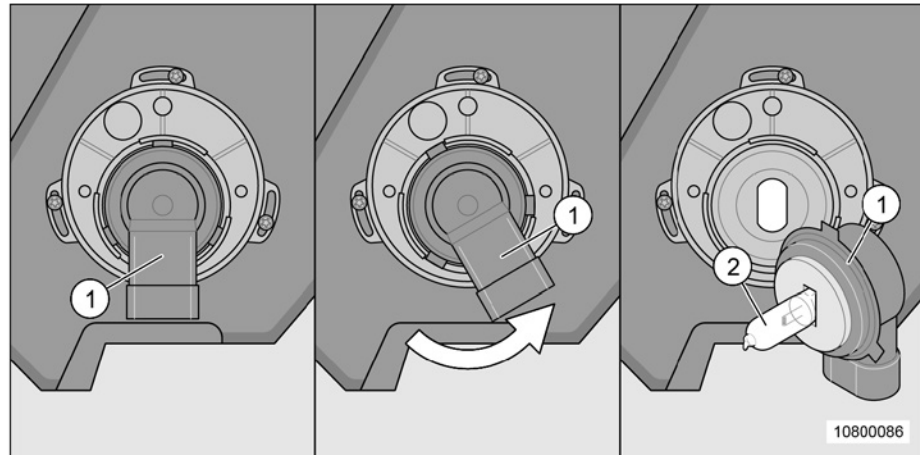

Fig. 184 Remplacement de l'ampoule du feu de croisement et du feu de route
Si, en remplaçant l'ampoule au niveau de l'éclairage avant (Fig. 184), on travaille avec un outil non approprié ou si le câble est trop sollicité, il y a risque de détérioration.
1. Tourner le culot (Fig. 184/1) dans le sens anti-horaire jusqu'en butée.
2. Retirer prudemment le culot (Fig. 184/1) en veillant à le tenir bien droit.
3. Retirer l'ampoule (Fig. 184/2) du culot et la remplacer.